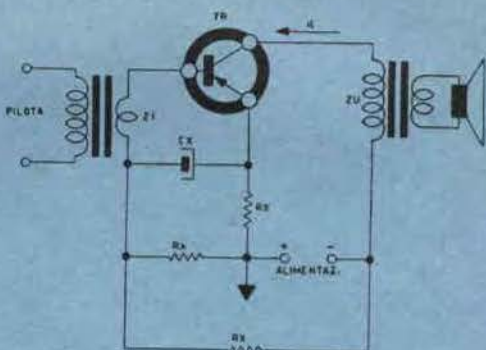

Fig. 3 - Il circuito teorico.
*Ora che abbiamo esaminato anche il calcolo di questo valore, richiameremo alla memoria il circuito, così come lo delineammo nel numero del dicembre scorso (v. fig. 3 a pag. preced.) della Rivista: appare ora molto meno « misterioso »: vero? Sappiamo già cosa assorbe e cosa dissipa, che sovraccarico può permettersi e che efficienza può avere il trasformatore di uscita... del quale abbiamo anche calcolato compiutamente l'impedenza, ed ora con quest'ultima lezione, non solo sappiamo delle interdipendenze fra i valori di tensione e corrente nel transistor: ma anche quale deve essere l'impedenza del secondario del trasformatore, quale la potenza di pilotaggio, eccetera.*